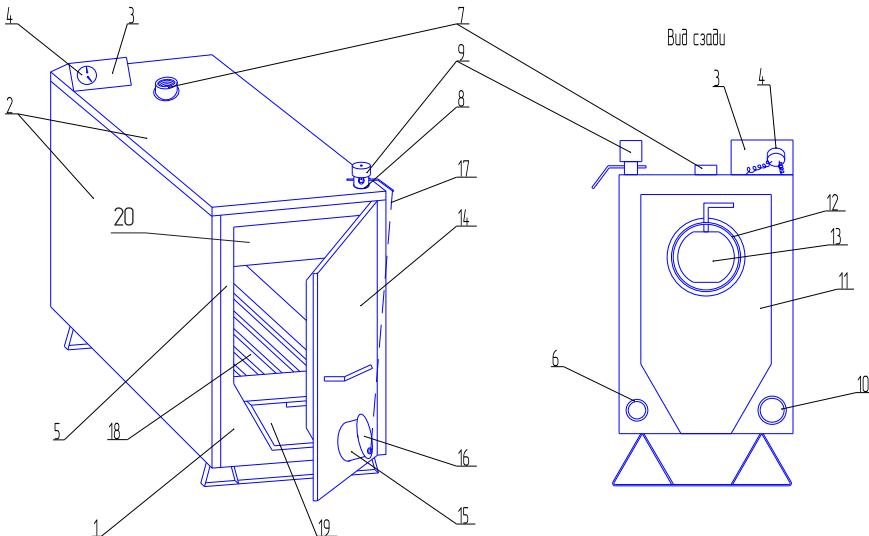

Рисунок 1 Конструкция отопительного аппарата
6.2 Дымоход (12) (Рис.1) футеровать асбестовым картоном толщиной 3-5 мм.
7.2 Положите на очищенные колосники бумагу и достаточное количество мелких дров (щепки, луцины, стружку), сверху положите дрова. Откройте заслонку дымохода (13) (Рис.1), зажгите бумагу, закройте дверку, полностью откройте крышку поддувального окна, зафиксировав ее цепочкой с крючком за верхний край дверки (для изделий Warmos TT-18K и Warmos TT-25K цепочкой регулятора тяги). Когда огонь полностью разгорится, прикройте заслонку дымохода и крышку поддувального окна в зависимости от требуемой температуры воды в котле.